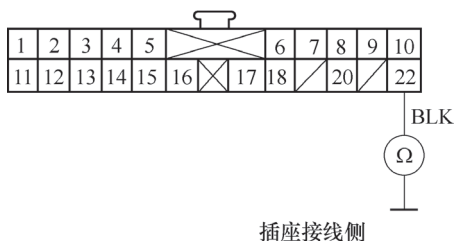

图 5-110 检查前面板总成 22P 插接器
6) 如图 5-110 所示，检查前面板总成 22P 插接器 22 号端子与车身搭铁之间的导通性。如果导通，检查前面板总成 22P 插接器的导线是否松动或接触不良，如果连接完好，换上确认良好的前面板总成，并重新检查，如果症状 / 指示消失，则更换原来的前面板总成；如果不导通，检查前面板总成和车身搭铁之间是否开路，如果导线正常，则检查 G503 是否搭铁不良。